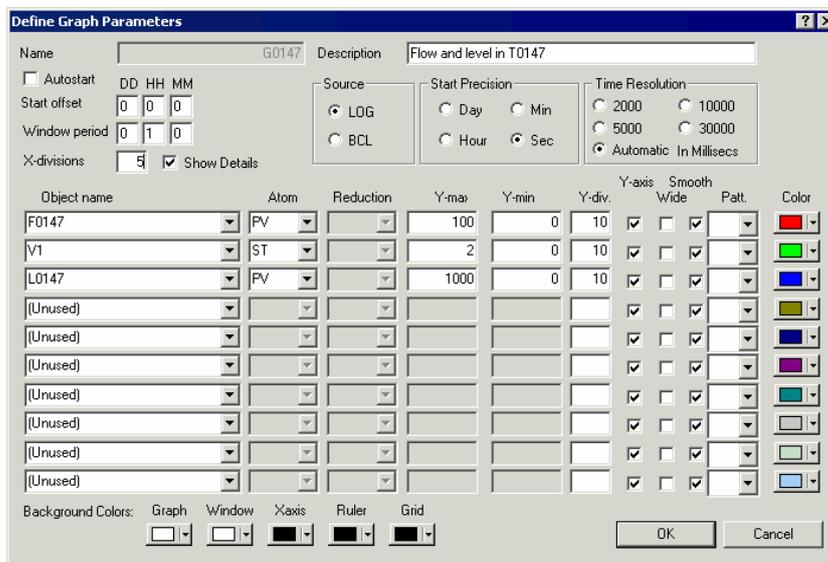

Рис. 3.65. В окне **Define Graph Parameters** определяются компоненты процесса, которые Вы хотите представить на графике, период графика и расположение.
- В колонке **Object name** выберите объекты с выпадающего списка, как показано на рис. 3.65.